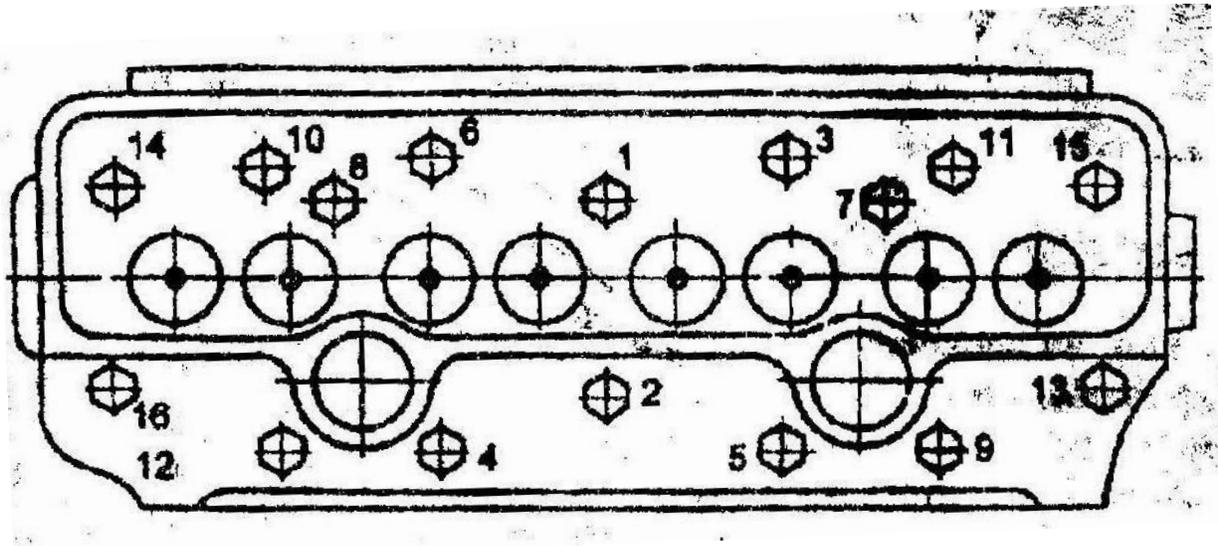

Рис. 44. Схема последовательности затяжки болтов крепления головки цилиндров
-динамометрическим ключом проверьте затяжку всех болтов крепления головки цилиндров в последовательности, указанной на рис. 44 (момент затяжки должен быть 200 ± 10 Н.м);